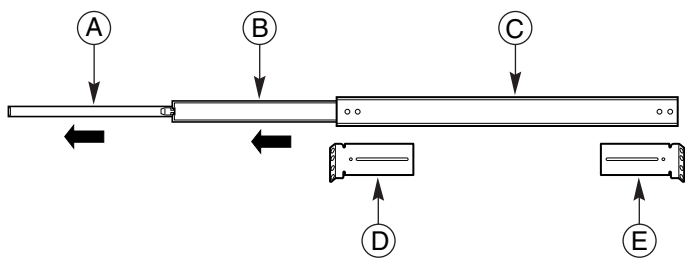

Figura 1 Conjunto de rieles corredizos totalmente extendido
Como se muestra en la Figura 1, cada uno de los conjuntos de rieles corredizos contiene tres partes móviles: el miembro interior, el miembro intermedio y el miembro exterior.
El conjunto de rieles corredizos contiene cuatro soportes EIA. Dos soportes tienen rótulos FL/RR. Uno se conecta al lado frontal izquierdo (FL) del conjunto de rieles corredizos y el otro se conecta al lado posterior derecho (RR). Los dos soportes restantes tienen rótulos FR/RL. Uno se conecta al lado frontal izquierdo (FL) del conjunto de rieles corredizos y el otro se conecta al lado posterior derecho (RR). La Figura 1 muestra dónde se conectan los soportes al conjunto de rieles corredizos.
Al llegar a este punto, se ha retirado el miembro interior del conjunto de rieles corredizos. Los miembros externo e intermedio componen el conjunto de rieles corredizos. Observe la ubicación de los soportes en la Figura 1.